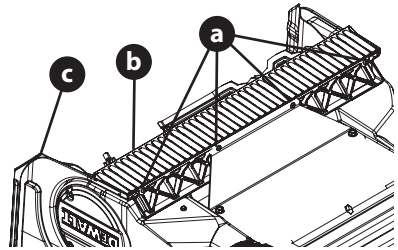

Figure 20
4. Retirez les quatre vis à tête étoilée (a) qui retiennent la plaque de râclage (b) au carter de la tarière (c) (Figure 20).